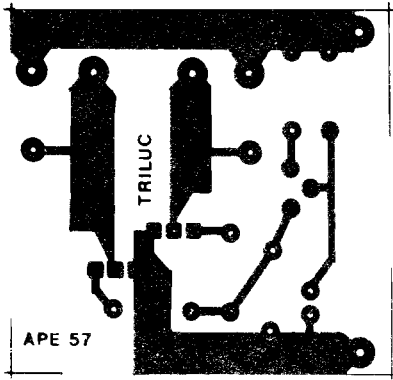

Fig. 2
- FIG. 2 - LAY OUT DO CIRCUITO IMPRESSO ESPECÍFICO - Pequeno (poderia ficar ainda menor, mas optamos por uma compactação moderada, em benefício dos iniciantes ou Hobbystas sem muita prática, que se "complicam" um pouco em montagens muito "congestionadas"...), e simples, o Circuito Impresso (o padrão cobreado é visto em áreas negras, na figura, que está em escala 1:1) e de fácil realização, bastando ao Leitor um pouquinho de "capricho" e atenção, aliados à inevitável conferência final... Algumas